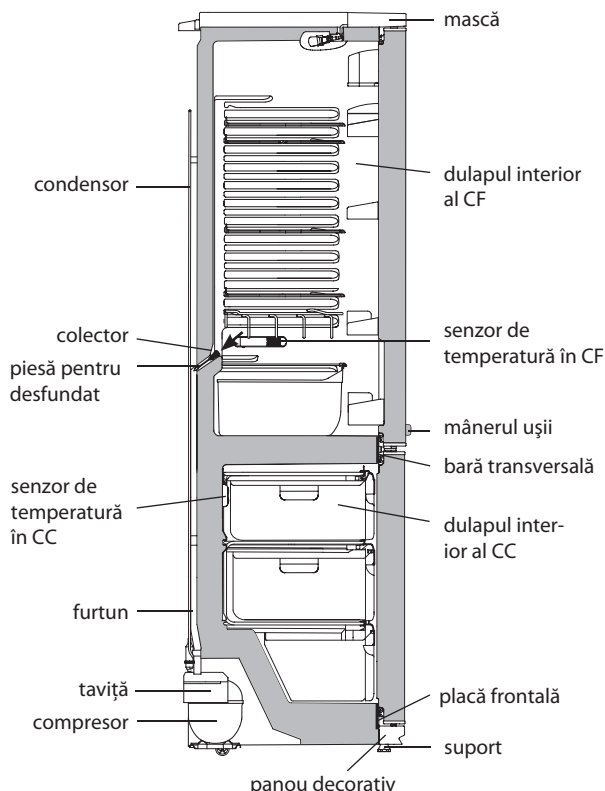
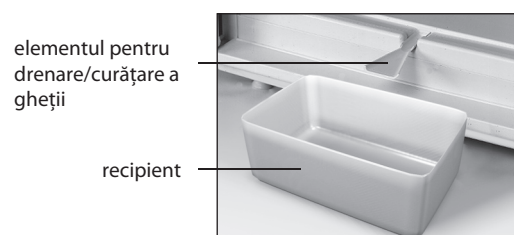

Figura 7 — Schema scurgerii apei rezultate în urma topirii din CF
Figura 8 – Colectarea apei rezultate în urma topirii din CF
**5.1.1** În CF se folosește un sistem automat de dezghețare. Bruma care apare pe perețele din spate al CF, se topește în timpul ciclului de dezghețare la deconectarea compresorului și se transformă în picături de apă. Picăturile de apă rezultată în urma topirii se scurg în colector, apoi prin gaura acestuia și prin furtun - în tavița de pe compresor, în conformitate cu figura 7 și se evaporă.
Pentru eliminarea înfundării folosiți piesa corespunzătoare și curățați gaura colectorului, astfel ca apa să se scurgă liber în taviță, apoi spălați piesa și instalați-o în conformitate cu figura 7.
**SE INTERZICE** să utilizați frigiderul cu sistemul de scurgere înfundat. Apa care a apărut pe fundul CF sau care a ajuns în locul de alăturare a barei transversale și a dulapului interior al CF, în conformitate cu figura 7, poate provoca coroziunea dulapului exterior al frigiderului și elementelor agregatului frigorific, defectarea izolației termice, formarea crăpăturilor dulapului interior și defecțiunea frigiderului.
**ATENȚIE! Nu puneți produsele în CF prea aproape de senzorul de temperatură, care este situat pe peretele drept al CF, în conformitate cu Figura 7.**
**ATENȚIE! Nu puneți produsele în CC prea aproape de senzorul de temperatură, care este situat pe peretele din spate al CC, în conformitate cu Figura 7.**
- instalați în conformitate cu figura 8 elementul de masă plastică pentru drenare și orice vas recipient cu volumul de nu mai puțin de 2 litri pentru a colecta apa rezultată în urma topirii;
**SE INTERZICE** să decongeleți congelatorul fără utilizarea elementului pentru drenare instalat în conformitate cu figura 8. Apa rezultată în urma topirii care se scurge din cameră afară de elementul pentru drenare, pătrunzând în locul de alăturare a plăcii frontale la dulapul interior în conformitate cu figura 7, poate provoca coroziunea dulapului exterior al congelatorului și a elementelor agregatului frigorific, defectarea izolației termice, formarea crăpăturilor dulapului interior și defectarea dulapului congelatorului.